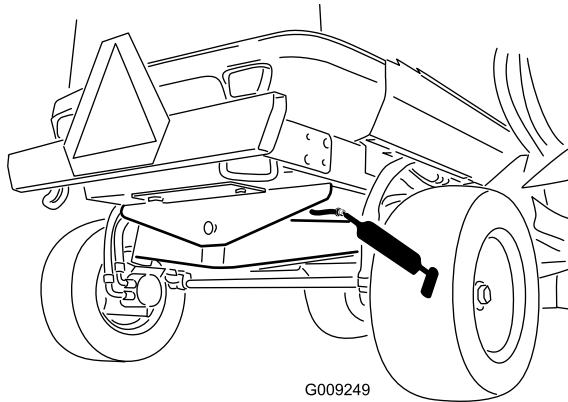

Bild 48
- Hinterachse-Drehbüchsen (1) (Bild 48)